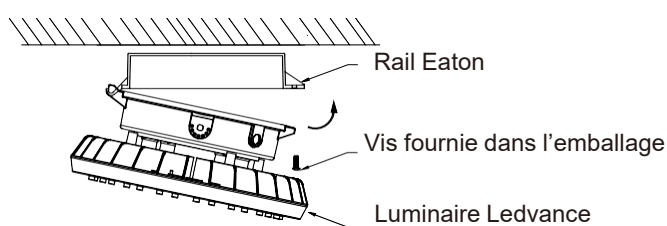

Figure 1
5. Suspendre le luminaire Ledvance à partir du rail Eaton existant tel qu'illustré à la figure 1.